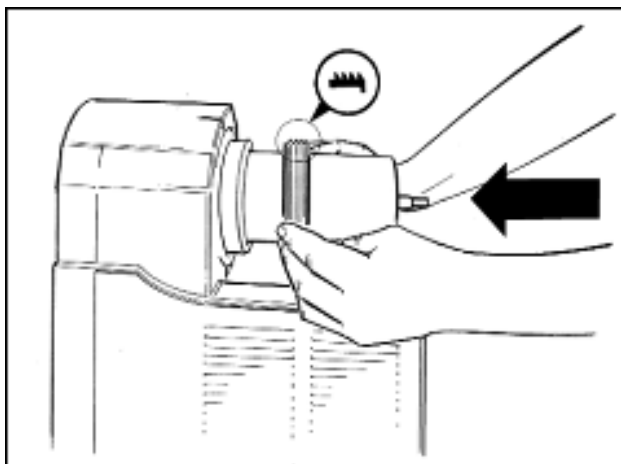

Fig. 11
- Rimontare la guarnizione posteriore della vasca e la guarnizione di tenuta a ventosa rispettando il verso di montaggio indicato in Fig. 11.